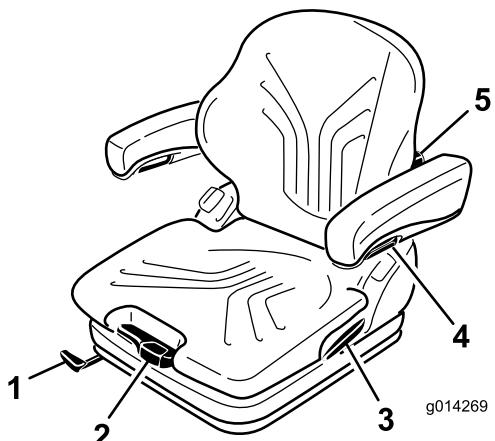

Figure 24
Le siège est réglé pour le poids du conducteur en tirant ou en poussant le levier de réglage correspondant (Figure 24).
1. Levez le levier pour débloquer et régler le siège (Figure 24).
En tournant le bouton vers le bas, vous pouvez régler le renflement de la partie inférieure du dossier (Figure 24).
Pour régler la hauteur des accoudoirs, séparez le cache rond (Figure 24) du couvercle, desserrez l'écrou hexagonal (13 mm) qui se trouve derrière, réglez les accoudoirs à la position voulue puis resserrez l'écrou. Replacez le cache sur l'écrou.
Pour régler l'angle des accoudoirs, tournez le bouton de réglage (Figure 24).
Tirez sur le levier pour libérer le verrou du dossier (Figure 24). Lorsque le verrou est libéré, ne vous appuyez pas contre le dossier.